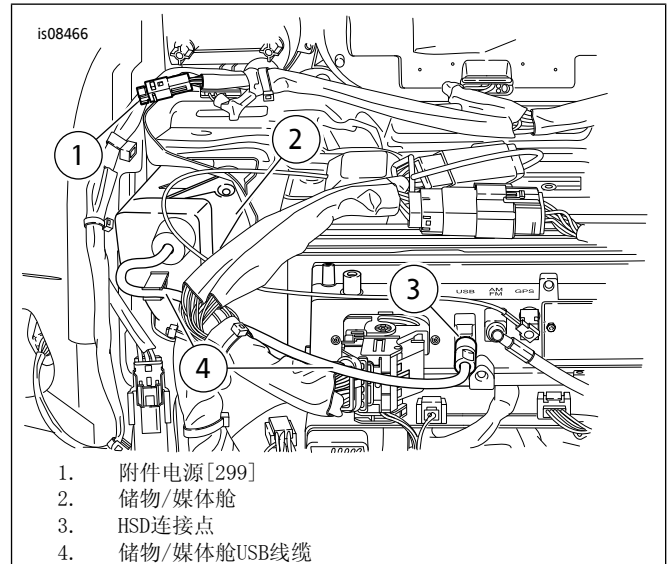
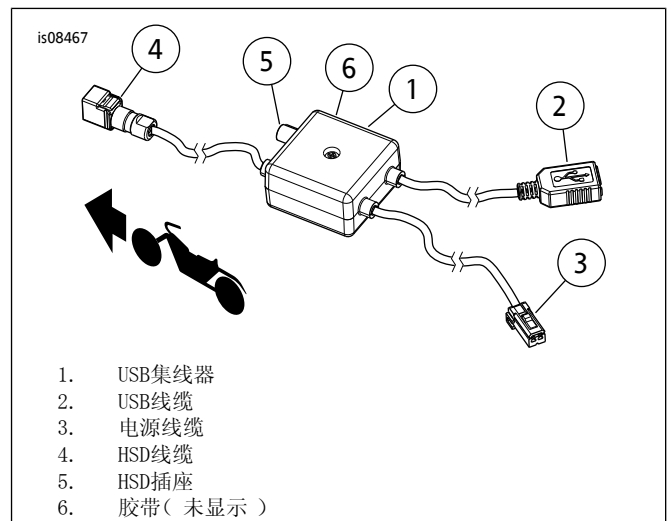

图1。USB集线器线路位置
图2。USB集线器布线图
1. 参见图1。从收音机背面HSD连接器（3）上拆下USB线缆（4）。
2. 参见图2。将电源线（3）安装至附件电源[299]（1，图1）。
3. 将HSD线缆（4，图2）安装至HSD连接（3，图1）。
4. 将USB线缆（4，图1）安装至HSD接口（5，图2）。
- 沿托盘、车架和挡板上方将USB线缆(2,图2)布设至Tour-Pak或边箱中。根据需要使用线缆扎带进行固定。
- 参见图1。从收音机背面HSD连接器(3)上拆下USB线缆(4)。
- 遵循原有电源接口导线布设路径完成USB线缆(2,图2)布设。